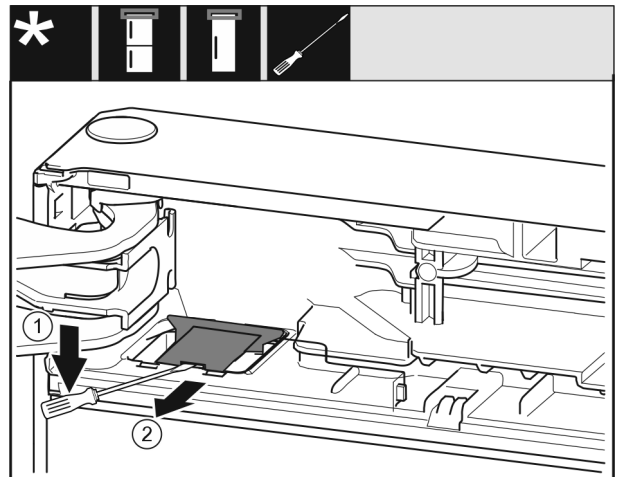

Fig. 10
► Pattintsa ki a fedelet lapos csavarhúzóval, és emelje fel. Fig. 10 (1)
► Vegye ki a fedelet. Fig. 10 (2)